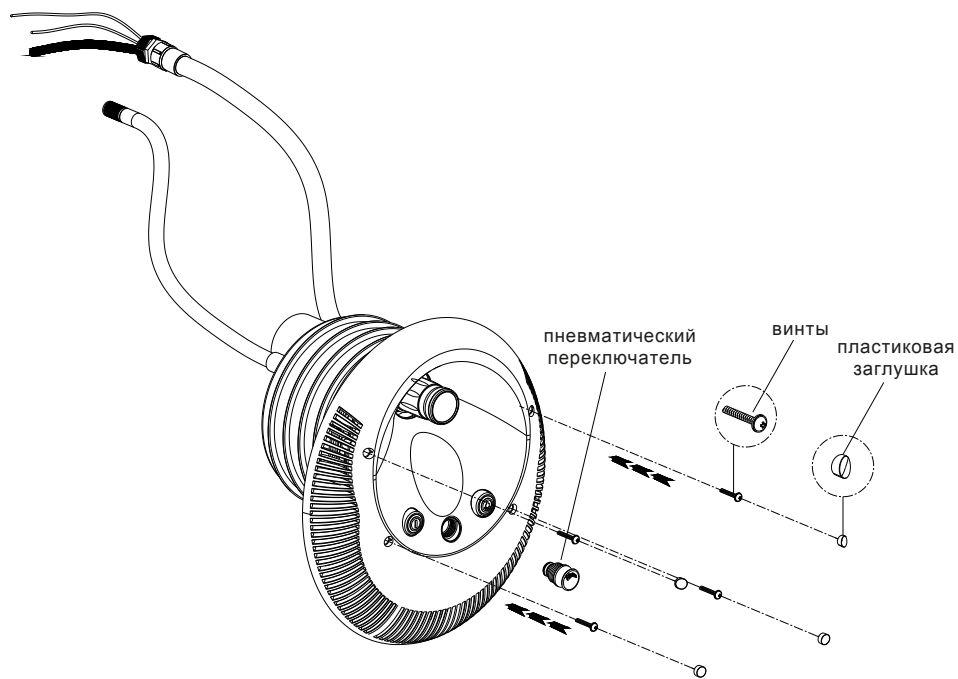

Рисунок 12
4) Установите внешний корпус на опорную раму, закрепив его 4 винтами М5, а затем закройте отверстие под винт пластиковой заглушкой. (Рисунок 12)